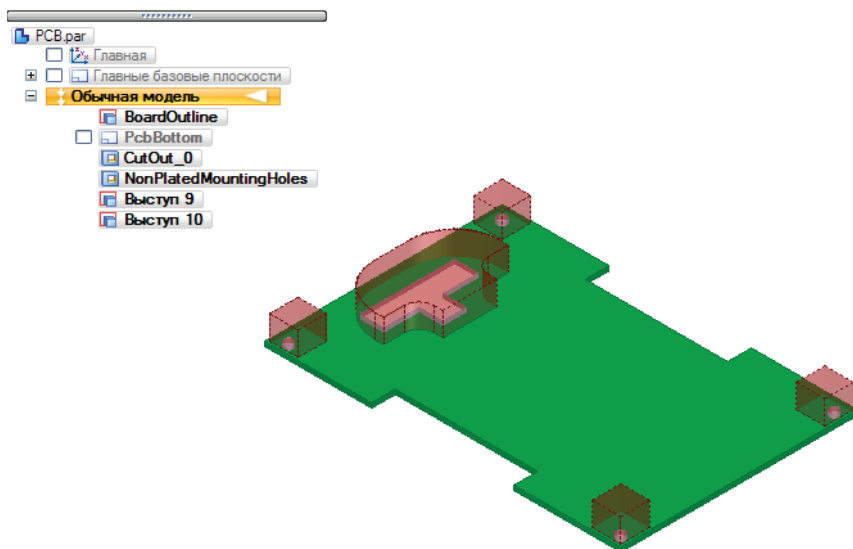

Рис. 2.11.25. Плата с построенными запрещенными зонами для установки компонентов
7. Построить на плате запрещенные зоны для установки компонентов в виде выступов (рис. 2.11.25). Чтобы не скрывать геометрию платы, в стиле граней данных выступов можно настроить прозрачность и шаблон отображения ребер.